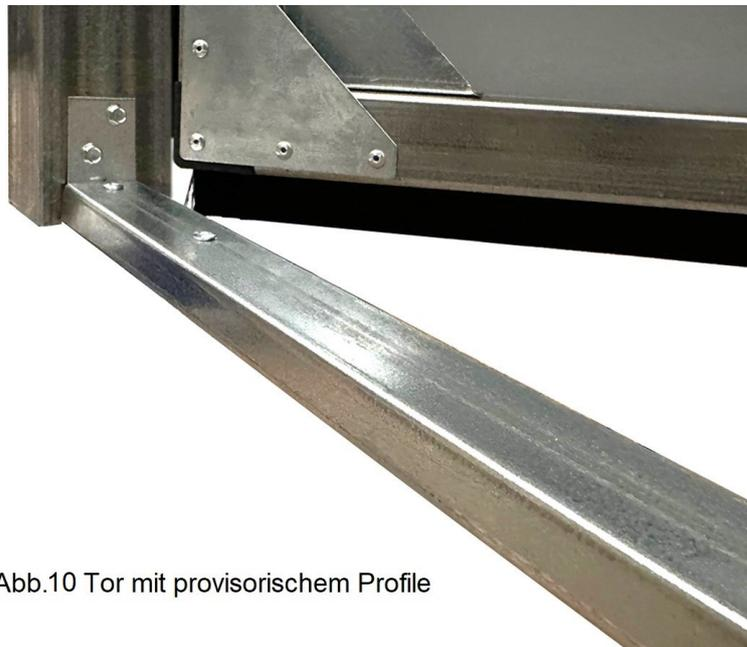

Abb.10 Tor mit provisorischem Profile
- Bei einem Tor mit der Bürste wird für den Transport und zur Beibehaltung der Torabmessungen bei der Montage ein provisorisches Profil montiert (Abb. 10)